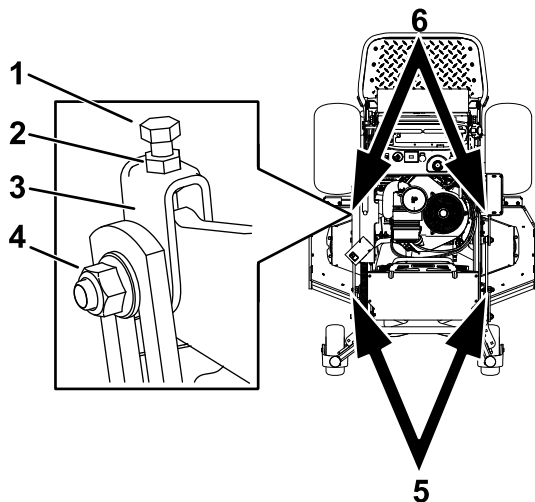

Figura 97
1. Allentate il controdado e il bullone laterale nelle forcelle che desiderate regolare (Figura 97).
2. Ruotate il bullone superiore delle forcelle per regolare l'altezza del piatto di taglio (Figura 97).
5. Se la misurazione non è corretta, individuate le 2 forcelle anteriori sulla macchina (Figura 97).